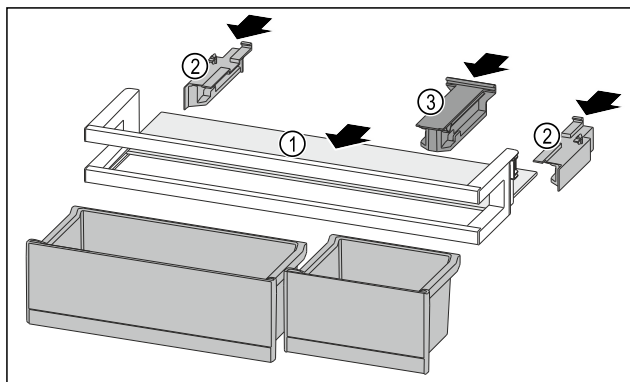

Fig. 91
- ▶ Policu za odlaganje Fig. 91 (1) gurnite u bočne otvore.
- ▶ Umetnite bočne dijelove Fig. 91 (2).
- ▶ Umetnite pridržni dio Fig. 91 (3).